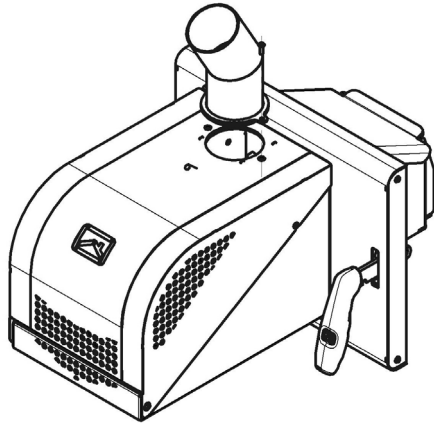

Рисунок 6 - Установка патрубка
2. Установить на горелочное устройство загрузочный патрубок (Рис. 6). При затяжке, крепёжные винты (М4х12) должны оставить возможность разворота патрубка к гибкому рукаву соединяющего бункер и горелку.